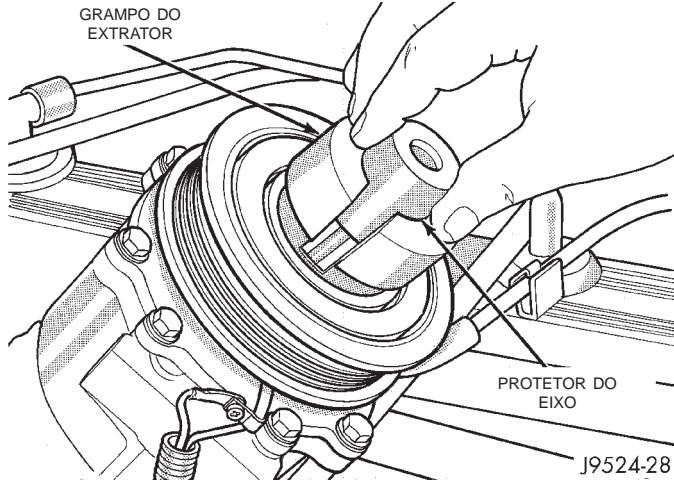

Fig. 24 Protetor e Extrator do Eixo
(10) Instale a borda do extrator do rotor (Ferramenta Especial C-6141-1) no encaixe do anel de pressão mencionado na etapa anterior e instale o protetor do eixo (Ferramenta Especial C-6141-2) (Fig. 24).